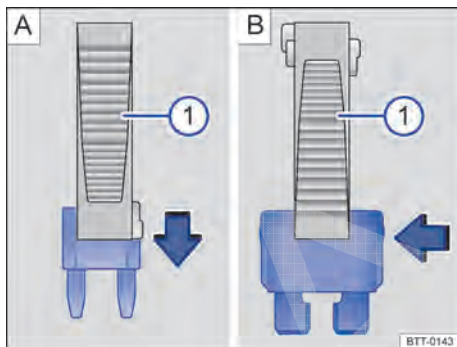

Fig. 167 Remover ou instalar um fusível usando a garra da pinça de plástico .
- Se necessário, tirar a pinça de plástico ⇒ Fig. 167  da cobertura da caixa de fusíveis.